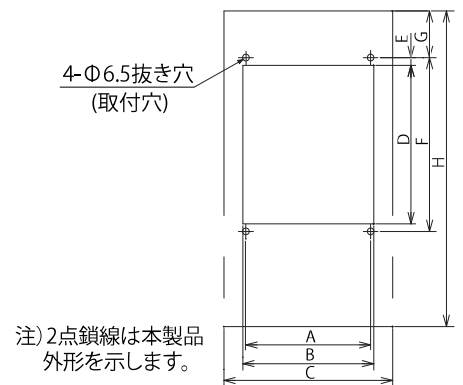

図3 取付寸法図
- キャビネットに取付寸法図に従って抜き穴加工してください。(図3参照) 単位:mm